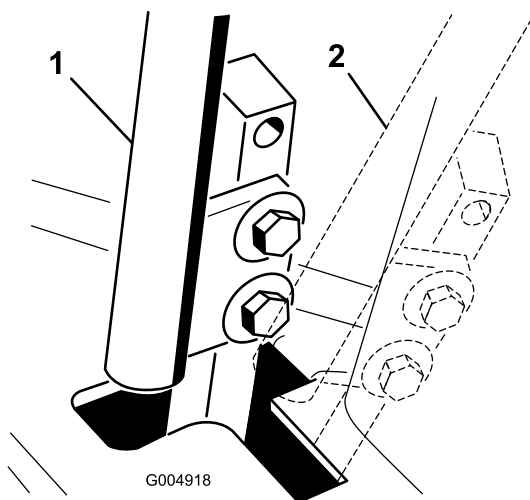

Рисунок 54
4. Переведите рычаг управления в **НЕЙТРАЛЬНОЕ** положение, но **не в положение фиксации** (Рисунок 54).
6. Проверьте положение рычага управления относительно выемки в консоли (Рисунок 54).